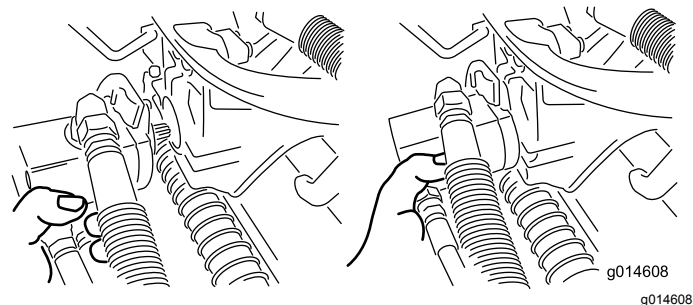

Figure 49
- Amenez le moteur à la position de rangement sur l'avant du bras de suspension (Figure 49).